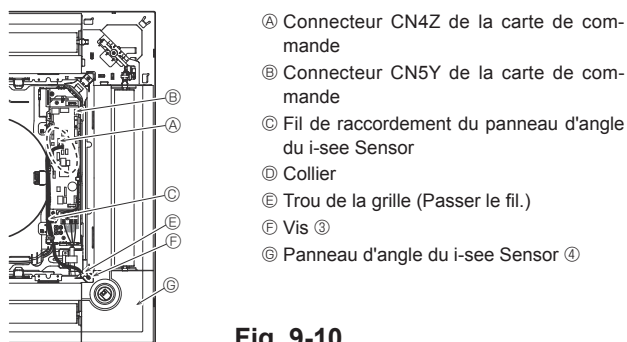
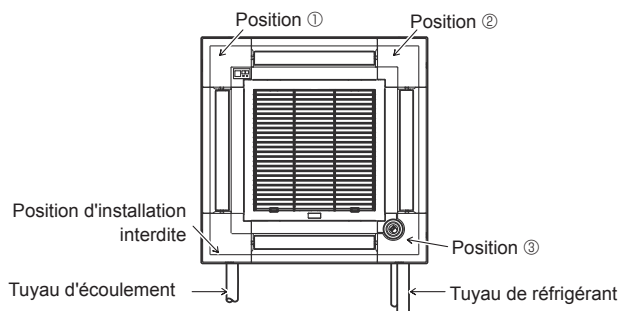

Fig. 9-10
Fig. 9-11
Le panneau d'angle du récepteur de signaux ne peut en aucun cas être installé du côté du tuyau d'écoulement de l'appareil principal. (Se reporter à la Fig. 9-11)
9.4.6. Installation du panneau d'angle du i-see Sensor (Fig. 9-10)
- Acheminez le connecteur du fil de raccordement (blanc à 4 pôles et blanc à 5 pôles) du panneau d'angle du i-see Sensor ④ depuis le côté du boîtier électrique de l'appareil principal et raccordez-le aux connecteurs CN4Z et CN5Y de la carte de commande.
- Le panneau d'angle du i-see Sensor doit être fixé sur la grille ① à l'aide de la vis ③.
- * Si la position du i-see Sensor est passée de la position par défaut (position ③) à une autre position, changez les réglages de fonction. (Se reporter à la page 51 et à la Fig. 9-11)
- Le panneau d'angle du i-see Sensor ne peut en aucun cas être installé du côté du tuyau d'écoulement de l'appareil principal. (Se reporter à la Fig. 9-11)